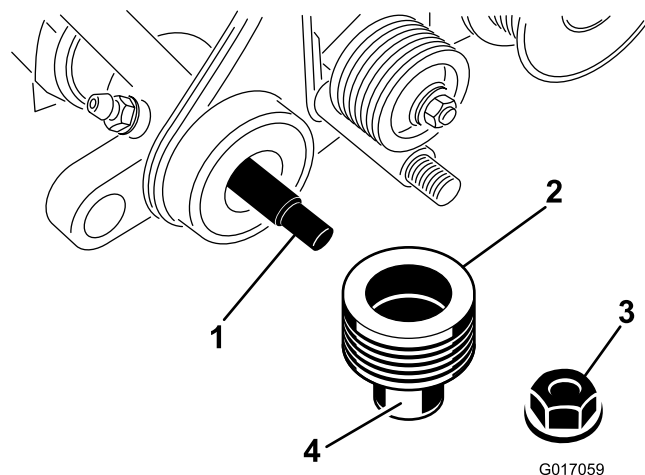

Figura 6
13. Aplique grasa a la superficie de la junta de la polea motriz, según se muestra en Figura 6.
14. Coloque la polea en el eje del acondicionador (Figura 6).
15. Sujete la polea al eje con una contratuerca con arandela prensada (Figura 6). Apriete a 23-28 N m.
16. Aplique grasa a la junta de la placa de apoyo izquierda y al extremo del eje del acondicionador (Figura 6).